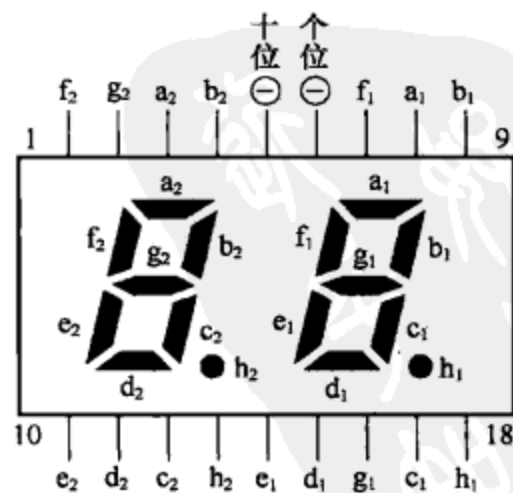

图 6-5
两位共阴极 LED 数码管共 18 只引脚，其中：⑥、⑤两引脚分别为个位和十位的公共负极，其余 16 只引脚分别为个位和十位的笔画与小数点的正极，如图 6-5 所示。